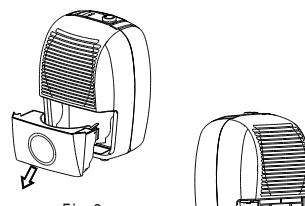
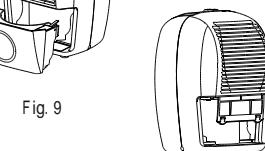

Fig. 9
Fig. 10
- Ridicați grilajul de pe filtru apoi scoateți-l și lăsați să se indică în Fig. 9 și Fig. 10.
Introduceți filtrul de aer în aparat de jos în sus. Vezi Fig. 10.